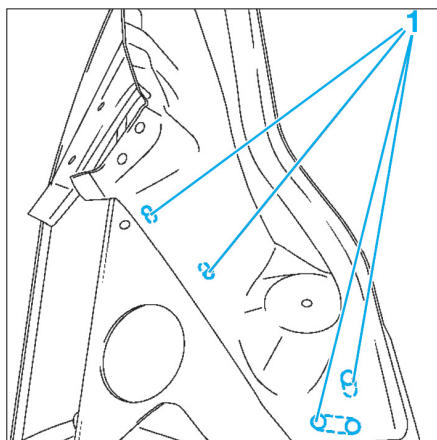

FIG. 123
- Effectuer des trous oblongs à partir de points de soudure percés sur la tôle d'angle (Fig.123).